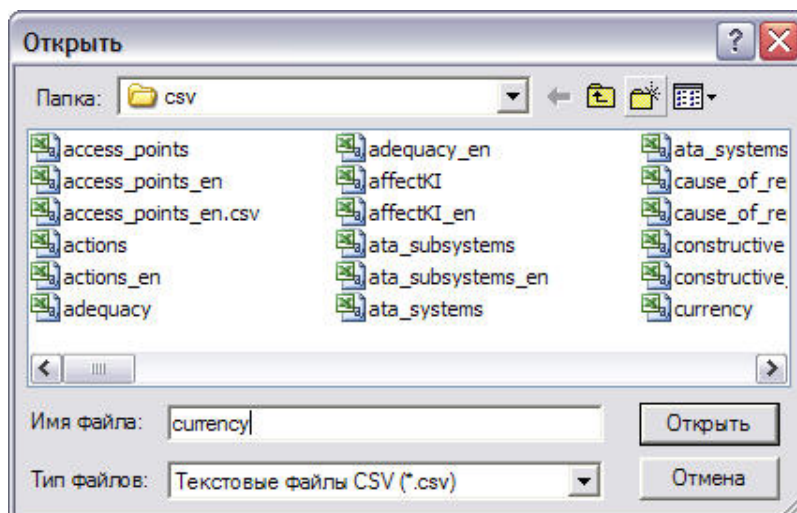

Рис. 2-9
2. В окне **Открыть** выберите файл классификатора с расширением csv для импорта и нажмите на кнопку **Открыть** (рис. 2-9).